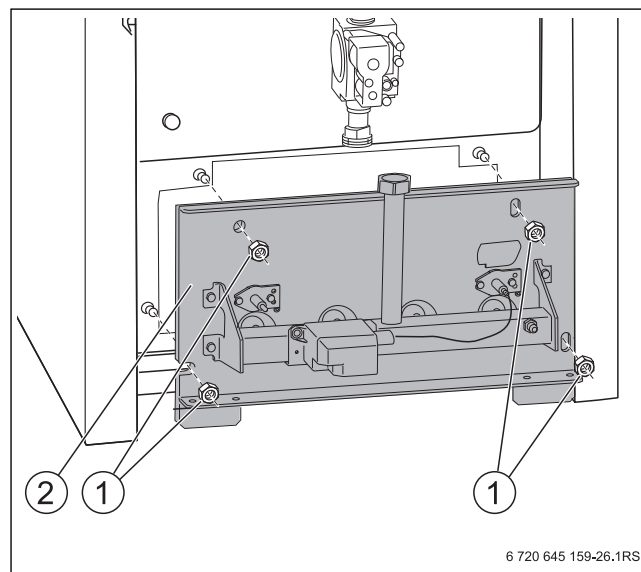

Рис. 43 Снятие крепежных гаек
- ▶ При креплении щитка горелки (→ рис. 43, [2], стр. 37) слегка затяните четыре винта.